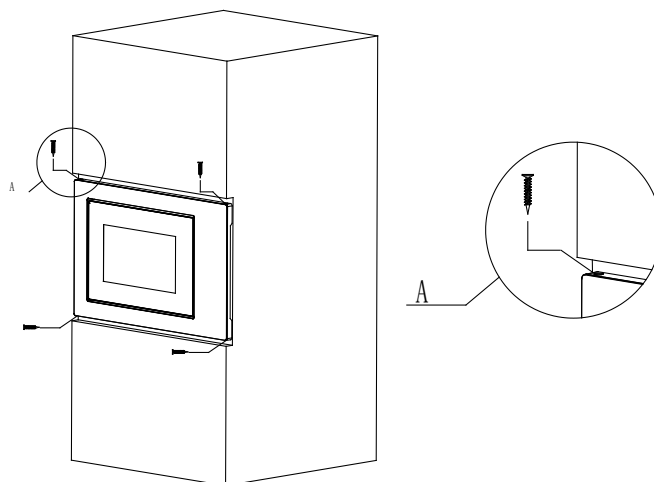

Fig.4
- c) Utilizzare le viti dell'imballaggio dei componenti per fissare il forno a microonde all'interno del mobile. (Fig. 4)